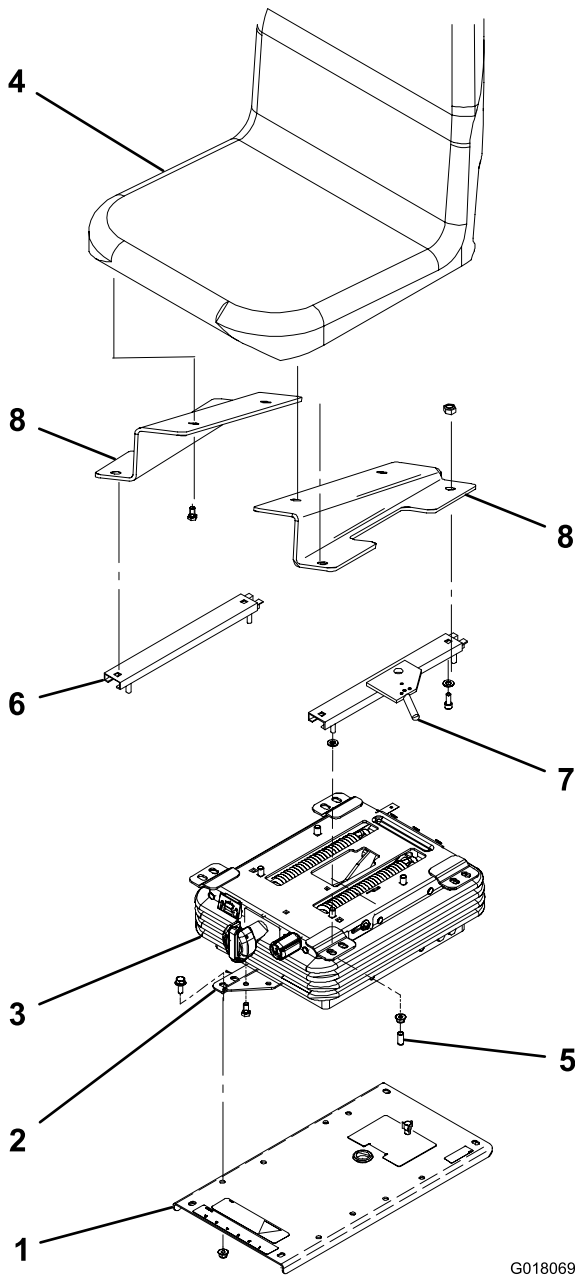

Bild 1
1. Befestigen Sie die unteren Sitzhalterungen mit den vier mitgelieferten Schrauben an der Sitzfederung (Bild 1).
2. Entfernen Sie die vier Schrauben und Muttern, mit denen die Sitzbefestigungsplatte am Rahmen der Zugmaschine befestigt ist (Bild 1). Nehmen Sie die Sitzplatte nicht ab.
3. Befestigen Sie die unteren Sitzhalterungen und die Sitzfederung mit den vier mitgelieferten Schrauben und Muttern an der Sitzplatte (Bild 1).
4. Befestigen Sie die linke und rechte Sitzbefestigung mit den vier Schrauben am Sitz (Bild 1). Die Sitzbefestigungen sind so angebracht, dass die hohen Enden vorne am Sitz sind.
5. Befestigen Sie die Sitzeinstellungen mit den vier mitgelieferten Schrauben, den Flachscheiben und den Muttern an den Sitzbefestigungen (Bild 1). Ziehen Sie nicht zu fest an. Die Sitzeinstellung mit dem Einstellhebel muss an der linken Sitzbefestigung angebracht werden.
7. Befestigen Sie die oberen Sitzeinstellungen mit den vier mitgelieferten Muttern an der Sitzfederung (Bild 1). Setzen Sie die Plastikkappen auf die Sitzstifte. Ziehen Sie die Befestigungen an, um die Sitzeinstellungen zu befestigen.
2. Befestigen Sie die unteren Sitzhalterungen mit den vier mitgelieferten Schrauben an der Sitzfederung (Bild 1).
3. Befestigen Sie die unteren Sitzhalterungen und die Sitzfederung mit den vier mitgelieferten Schrauben und Muttern an der Sitzplatte (Bild 1). Verwenden Sie die hinteren Befestigungslöcher in der Sitzplatte und die vorderen Befestigungslöcher in den unteren Sitzhalterungen.
4. Befestigen Sie die oberen Sitzhalterungen mit den vier mitgelieferten Schrauben, Flachscheiben und Muttern am Sitz (Bild 1). Verwenden Sie die vorderen Befestigungslöcher im Sitz. Die Sitzhalterung mit dem Einstellhebel muss an der linken Seite des Sitzes angebracht werden.
5. Befestigen Sie die oberen Sitzeinstellungen mit den vier mitgelieferten Scheiben und Muttern an der Sitzfederung (Bild 1). Verwenden Sie die hinteren Befestigungslöcher in der Sitzfederung. Die Scheiben müssen zwischen den Sitzhalterungen und der Sitzfederung sein. Setzen Sie die Plastikkappen auf die Sitzstifte.